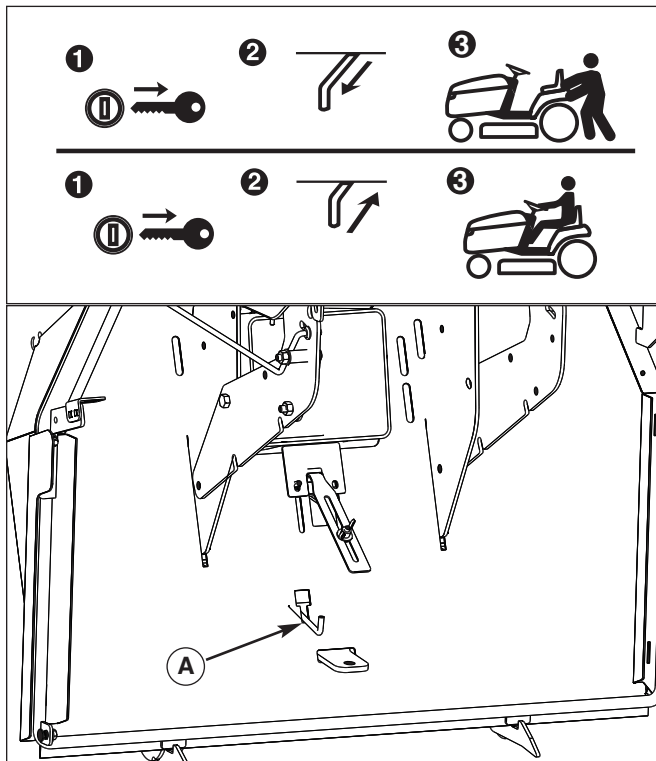

Figura 2.2. Leva di disinnesto della trasmissione (4WD)
2. Premere il pedale di rilascio della trasmissione di circa 6,4 cm per bloccarla in posizione libera (Figura. 2.2).